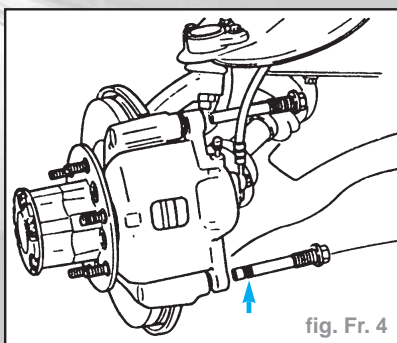

fig. Fr. 4
- Reposer l'étrier sur support, les vis d'arrêt du guidage, avec une bague d'étanchéité neuve (flèche) sur la vis inférieure (fig. Fr. 4).